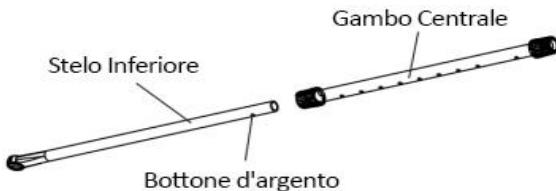

Fig.3
2. Rilasciare il dado di blocco dallo stelo medio. Premere sul tasto d'argento dallo stelo inferiore per l'inserzione nello stelo medio(vedi Fig.3).